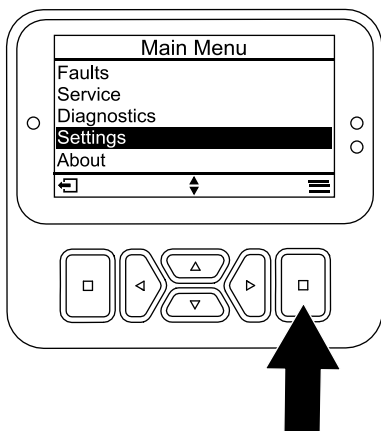

Figura 25
1. Din MAIN MENU (Meniu principal), derulai în jos la meniul SETTINGS (Setări) i apăsai butonul de selectare (Figura 25).